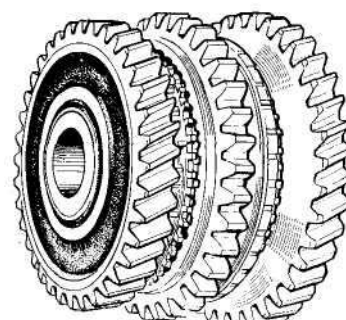

Рис. 136. Ступица муфты синхронизаторов I и II передач с муфтой включения синхронизаторов и набором шестерён (перед установкой в картер коробки передач)
- б) из упорной шайбы 14 (рис. 117), ведомой шестерни I-ой передачи 34 с кольцом синхронизатора 35, ступицы муфты синхронизаторов I-ой и II-ой передач в сборе с ведомой шестерней заднего хода 37, пружинами 36 и сухарями 38 упорной шайбы 14 и ведомой шестерни II-ой передачи 39 с кольцом синхронизатора 35 (см. рис. 136).